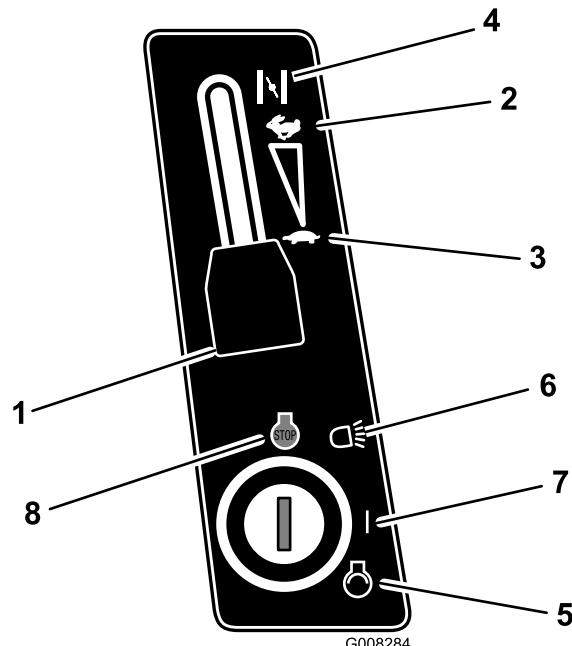

Bild 13
- Stellen Sie den Gasbedienungshebel beim Anlassen eines kalten Motors auf Choke (Bild 13).
6. Stellen Sie den Gasbedienungshebel auf Langsam (Bild 13).
7. Drehen Sie den Zündschlüssel nach rechts und halten ihn auf Start (Bild 13). Lassen Sie den Schlüssel los, wenn der Motor anspringt.
8. Schieben Sie den Gasbedienungshebel, sobald der Motor angesprungen ist, langsam auf Schnell (Bild 13).
1. Stellen Sie dann den Gasbedienungshebel auf „Langsam“ (Bild 13).
2. Drehen Sie den Zündschlüssel auf Aus“ (Bild 13).